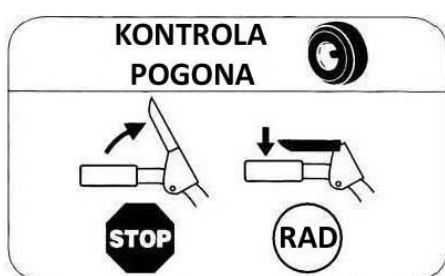

Figure 5
5. Montez le tuyau. Placez le tuyau sur le siège du tuyau. Fixez avec trois boulons et écrous (Figure 5).
La commande de conduite est située sur la poignée droite. Appuyez sur le levier de commande vers la poignée pour activer la traction. Relâchez-la pour l'arrêter. Reportez-vous à la Figure 5.